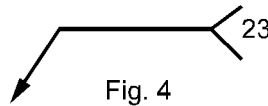

Fig. 4
2.3.3 Lorsque le procédé de soudage doit être précisé, inscrire entre les branches d'une fourche terminant la ligne de référence le nombre qui identifie le procédé (fig. 4). Ces nombres sont donnés par la norme A31 2205.